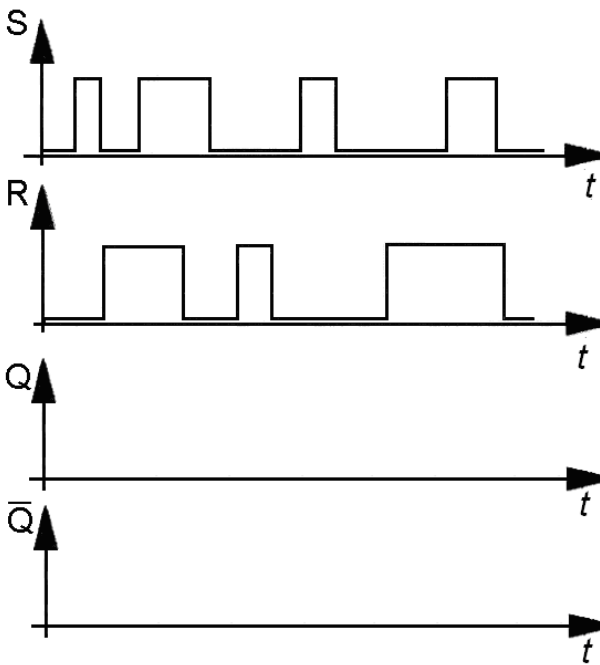

Рис. 2
12. Временные диаграммы входов S и R RS-триггера с прямыми входами представлены на рис. 2. Изобразите временную диаграмму выходов.